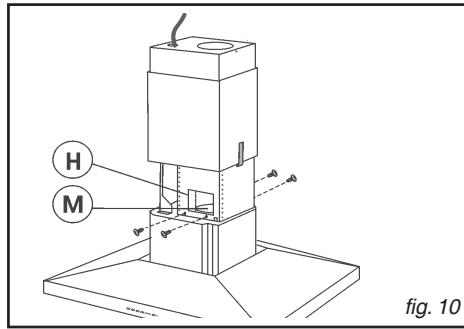

fig. 10
- Fastspænd emhætten til teleskoprøret ved brug af de 4 (medleverede) skruer – Fig. 10.
- Ved hjælp af åbningerne H (Fig. 10) fastspænd udluftningsrøret til motorens udluftningsmunding (M).